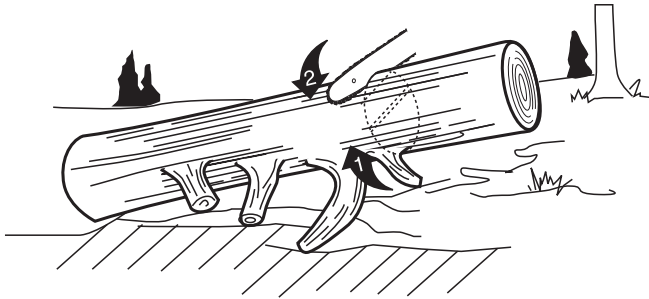

Abb. 24
4. Wenn der Baumstamm an einem Ende aufliegt, sägen Sie zuerst $\frac{1}{3}$ des Stammdurchmessers von der Unterseite her, dann den Rest von oben auf Höhe des Unterschnitts (Abb. 24).